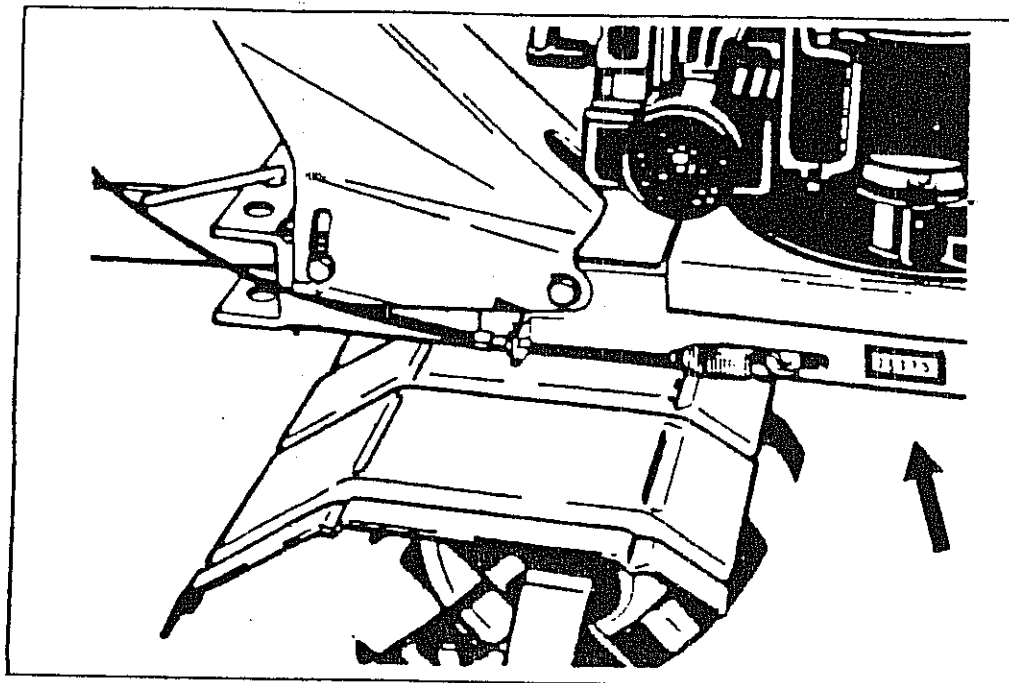

FIG. 1
- Il numero di matricola è sul fianco destro della motozappa, sotto al motore (vedi fig. 1)
The motor cultivator serial number is stamped on the machine left side below the engine (See fig. 1).
Le numéro de série est placé sur la côté droite de la motohoue au-dessous du moteur (fig. 1).
Die Fabriknummer ist auf der rechten Seite der Motorhacke angebracht, unter dem Motor (siehe Bild 1).